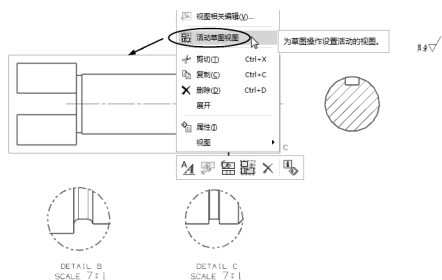

图 10-62 激活主视图为活动草图视图
- 08 在图纸中选中主视图的视图边界并单击右键，选中右键菜单中的【活动草图视图】命令，将主视图单独激活，如图 10-62 所示。